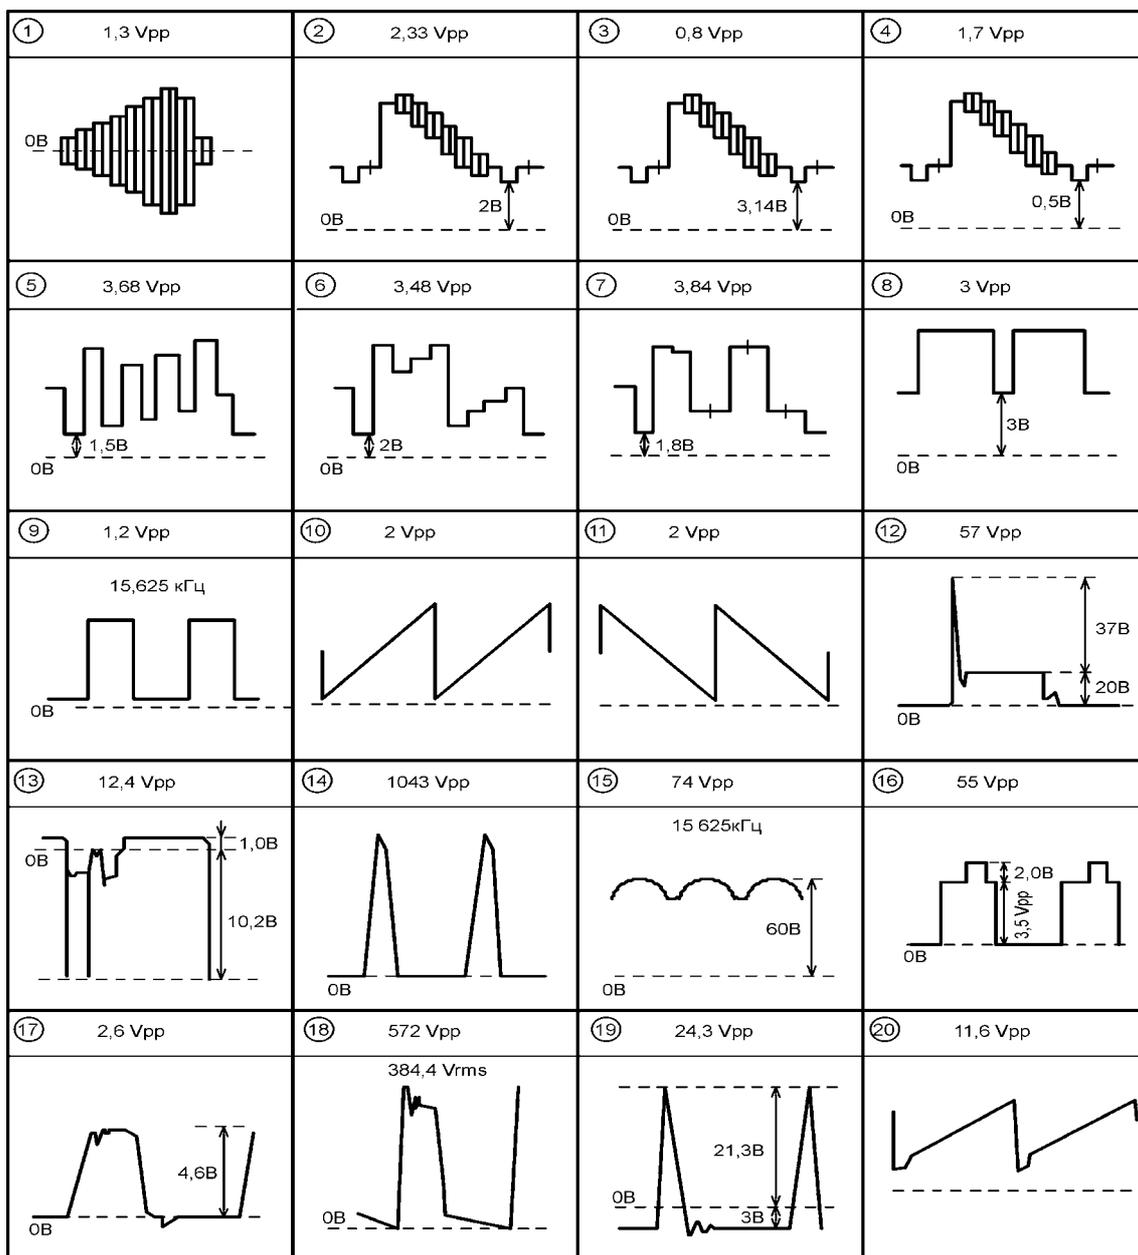

рис.3
- Принципиальная электрическая схема телевизора DAEWOO DTA14/20/21C4TKF на шасси CP-185 показана на **рис.2** (см. с.18-19), а осциллограммы в контрольных точках шасси CP-185 - на **рис.3**.